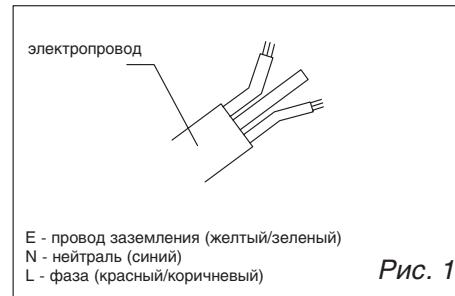

Рис. 1
1. Чтобы провода питания было легко различить, они имеют разные цвета (см. рисунок 1).